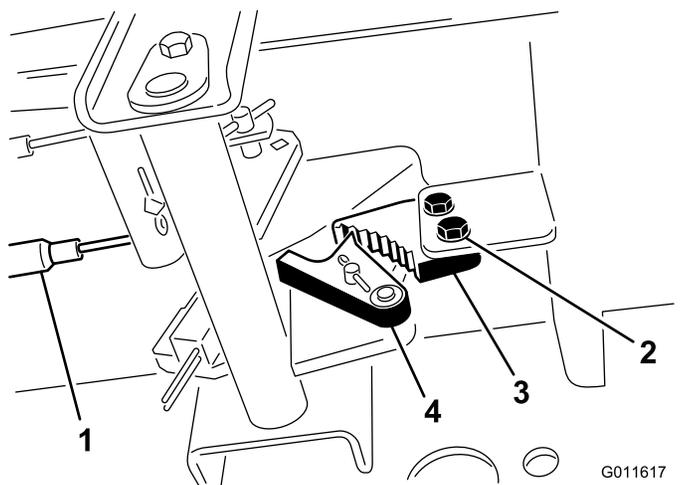

Figura 96
1. Allentate le due viti che fissano il nottolino del freno di stazionamento al telaio (Figura 96).
2. Premete in avanti il pedale del freno di stazionamento finché il fermo non s'innesta completamente nel nottolino del freno (Figura 96).